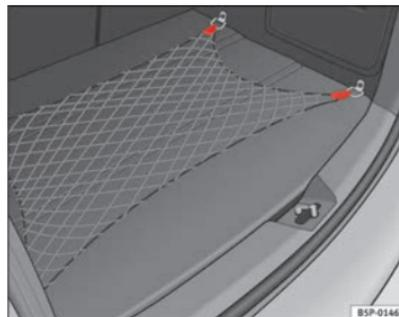

Fig. 107 Filet de rangement du coffre à bagages ►
- Utilisez les anneaux d'amarrage présents sur les côtés du coffre à bagages pour fixer le filet de rangement ⇒ page 150, fig. 107.